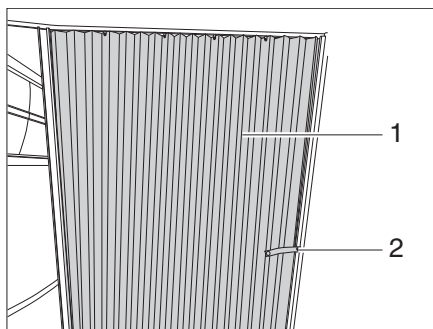

Fig. 86 Rideau pliant
- Détacher la bande de sécurité (Fig. 86,2).
- Tirer le rideau pliant (Fig. 86,1) en position de fermeture.
- Amener le rideau pliant (Fig. 86,1) dans la position d'ouverture.
- Fixer le rideau pliant avec la bande de sécurité (Fig. 86,2).